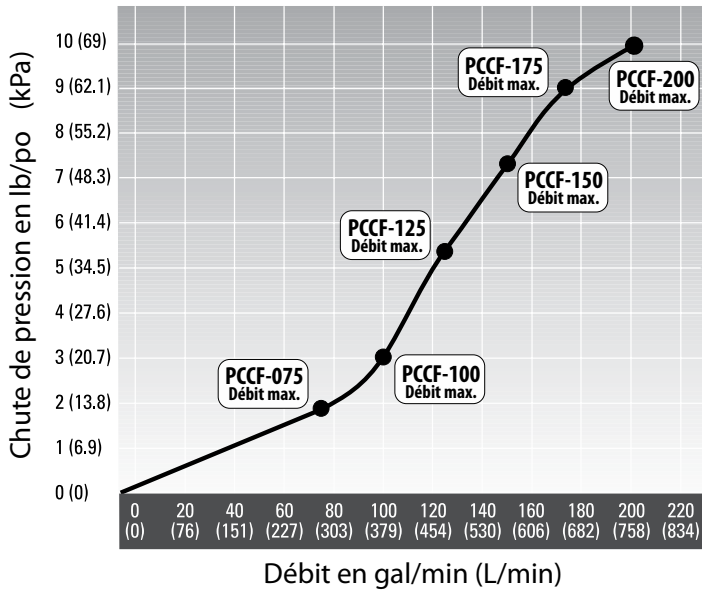

Figure 1 - Dimensions des filtres en pouces (en mm)
- Procurer les dégagements et l'éclairage nécessaires et suffisants pour procéder facilement aux entretiens périodiques (se reporter à la Figure 1 pour connaître les dégagements requis).